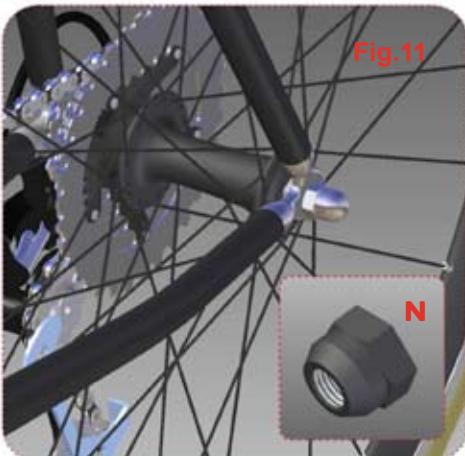

Fig.11
mostrata in **Fig. 10** sostituirlo con l'asse **M** fornito in dotazione con il rullo. I dadi chechi devono essere sostituiti con i dadi speciali **N** di **Fig. 11**.
■ ■ Si le levier de l'axe à déclenchement rapide est similaire à celui de la **Fig. 10**, le remplacer avec l'axe **M** fourni en dotation avec le rouleau. Remplacer des écrous borgnes avec les écrous spéciaux de la **Fig. 11**
■ ■ If the quick-release axis has a lever similar to the one shown in **Fig. 10**, replace it with axis **M** supplied with the roller. Replace the cap-nuts with special nuts **N** you see in **Fig. 11**
■ ■ Falls der Schnellspanner einen ähnlichen Hebel wie in **Abb. 10** aufweist, ersetzen Sie ihn durch den mit dem Rahmen mitgelieferten Spanner **M**. Die Hutmuttern müssen durch die speziellen Muttern **N** wie in **Abb. 11** ersetzt werden
■ ■ Si el eje con desenganche rápido dispone de una palanca similar a la que se muestra en la **Fig. 10**, sustitúyalo con el eje **M** presente en el equipamiento de base con el rodillo. Las Tuercas ciegas se tienen que sustituir con las turcas especiales **N** de la **fig. 11**